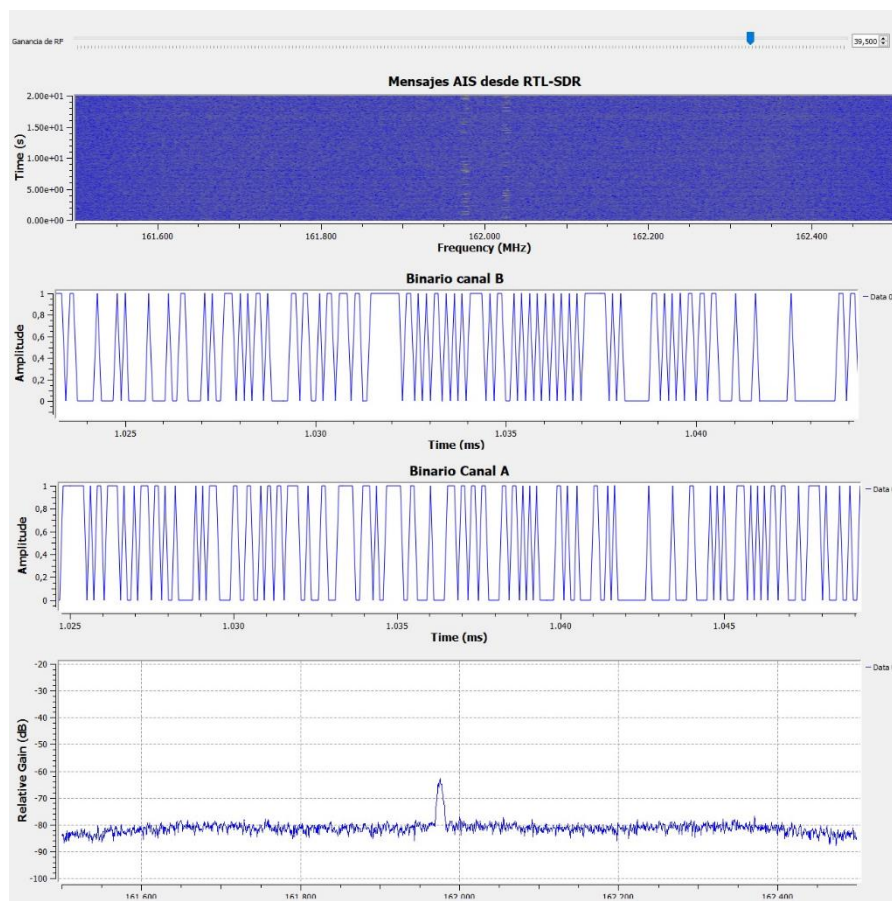

Figura 14: Interfaz gráfica de la aplicación receptora **ArlS Receiver**.
- **ArlS Receiver:** interfaz gráfica del software receptor/demodulador. Permite tener una representación visual del espectro en la banda de interés, así como ajustar la ganancia en dB del receptor para tener una buena relación señal a ruido (SNR) en la entrada del sistema (figura 14).
El software demodulador **ArIS Receiver** (figura 14) se activa en paralelo automáticamente con el software decodificador al iniciar la aplicación de escritorio “**ArIS\_Receiver.exe**”. El mismo cuenta con una sencilla interfaz gráfica con los siguientes ítems: